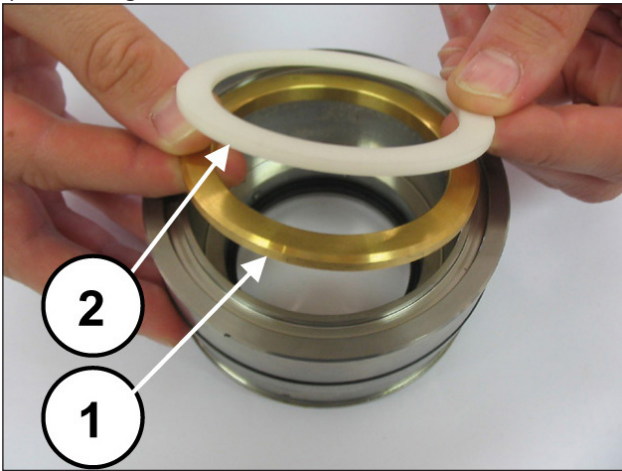
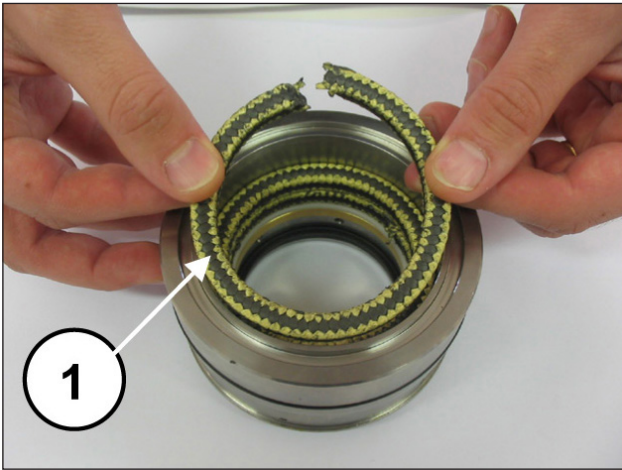
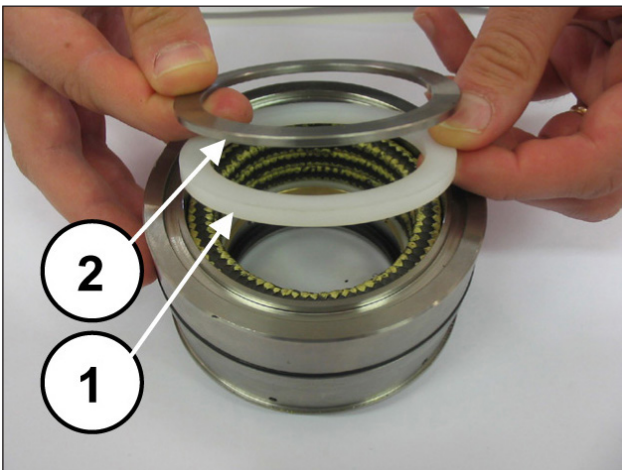

Fig. 195
Fig. 196
Fig. 197
Monte o anel de suporte e o anel de anti-extrusão (pos. ①②, Fig. 195), e as três embalagens, prestando atenção para que os entalhes estejam localizados a 120° de um para outro (pos. ①, Fig. 196), o anel raspador da embalagem e o anel para mola (pos. ①②, Fig. 197).